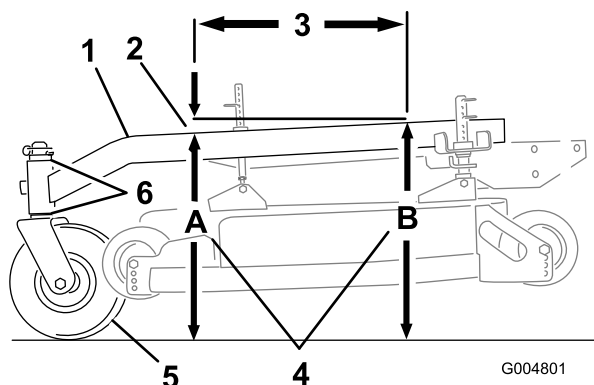

Figure 80
L'inclinaison avant/arrière du bâti porteur doit être comprise entre 3 mm (1/4 pouce) et 9 mm (3/8 pouce) sur 61 cm (24 pouce) de sa longueur (Figure 80).
1. Mesurez 61 cm (24 pouce) sur le bâti porteur (Figure 80).
- Mesurez la hauteur du bâti porteur au point A (Figure 80).
- Mesurez la hauteur du bâti porteur au point B (Figure 80).
- La hauteur au point A doit être inférieure de 3 à 10 mm (1/8 à 3/8 pouce) par rapport au point B (Figure 80).
- Si ce n'est pas le cas, déplacez les entretoises des roues pivotantes de manière à obtenir l'inclinaison voulue de 3 à 10 mm (1/8 à 3/8 pouce) (Figure 80). Déplacez les entretoises en haut ou en bas pour corriger l'inclinaison.